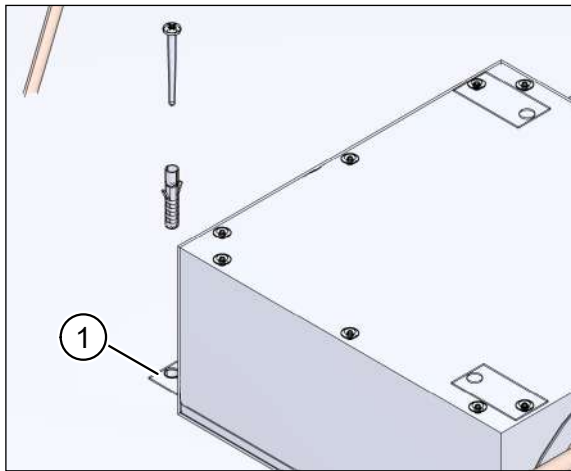
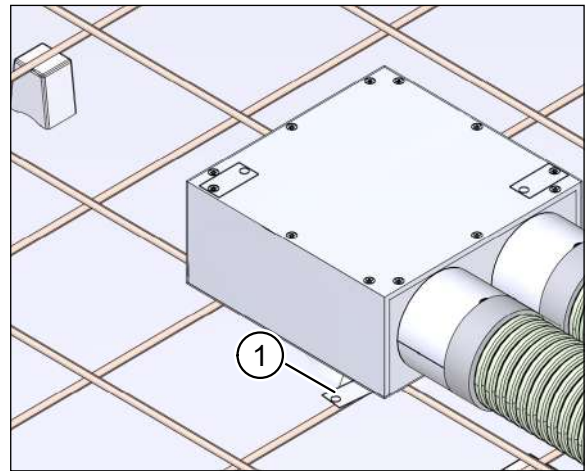

Abb. 17: Deckenkasten Stahlblech an Filigrandecke befestigen
Abb. 18: Deckenkasten Stahlblech an Ortbetondecke befestigen
- Abb. 17: Befestigung auf der Filigrandecke
- Abb. 18: Befestigung bündig zur Deckenschalung der Ortbetondecke (z. B. mit Kabelbinder oder Draht)
- ▶ Der Deckenkasten Stahlblech kann an den ausklappbaren Haltetaschen (Pos. 1 in Abb. 17 und Abb. 18) befestigt werden.